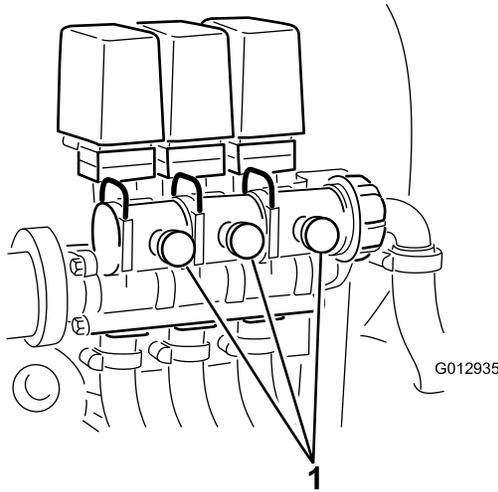

Bild 43
12. Stellen Sie das Sicherheitsventil der Ausleger (Bild 43) an Auslegersteuerventil des Auslegers ein, den Sie abgestellt haben, bis der am Druckmanometer angezeigte Druck dem Wert in Schritt 9 entspricht.